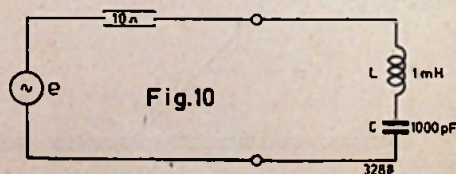

Fig. 10
④ Een generator met een emk e en een inwendige weerstand van 10Ω wordt zoals aangegeven in fig. 10 aangesloten op een seriekring, bestaande uit een spoel met een coëfficiënt van zelfinductie van 1 mH en een condensator met een capaciteit van 1000 pF . e verandert sinusoidaal met de tijd en heeft een amplitude van 10 volt .